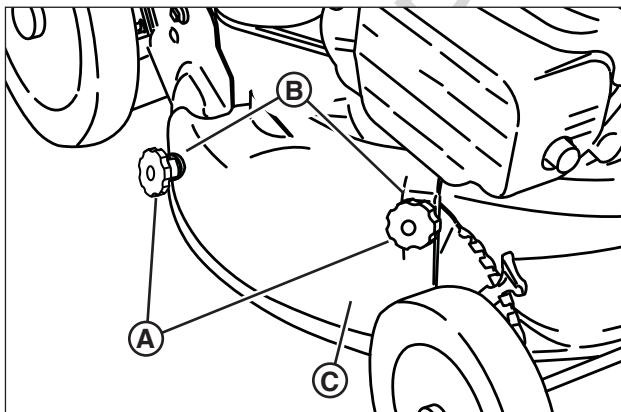

Figure 8 : Enlever le couvercle de paillage
1. Enlever les boutons écrous (A, Figure 8) et les rondelles à denture interne/externe (B) en tenant le couvercle de paillage (C) au châssis de la tondeuse.